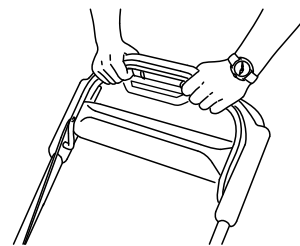

Figura 23
- Mantenha a barra de controlo da lâmina encostada à pega (Figura 23).